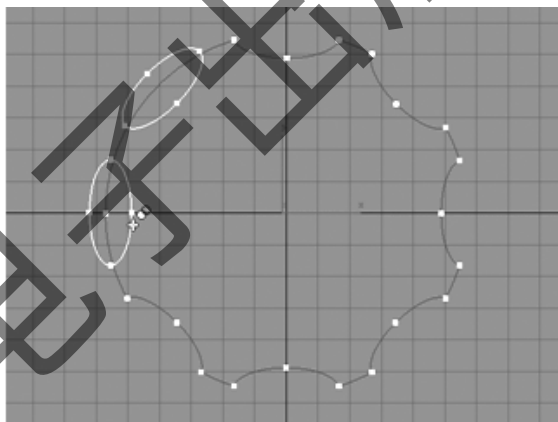

图 4-35 布尔运算
Step10: 选择“布尔”, 将布尔类型改为“相减”, 然后对“椭圆”进行逐一相减, 如图 4-35 所示。